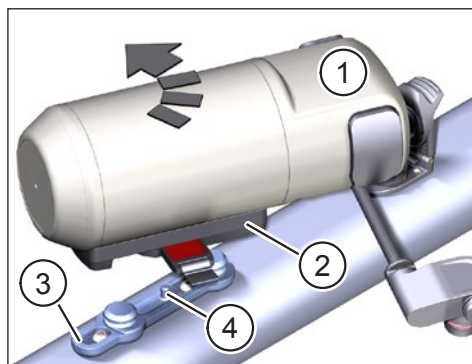

Fig. 4: Inserire Range Extender
- ▶ Posiziona il Range Extender (Pos. 1 in Fig. 4) con il FIDLOCK® Force Connector fissato (Pos. 2 in Fig. 4) in diagonale sulla Base FIDLOCK® Bike (Pos. 3 in Fig. 4). Il perno (Pos. 4 in Fig. 4) sulla Base FIDLOCK® Bike deve scorrere nella presa corrispondente del FIDLOCK® Force Connector quando viene indossato. I magneti sostengono l'attacco e Range Extender dovrebbe bloccarsi automaticamente in posizione con un clic udibile.